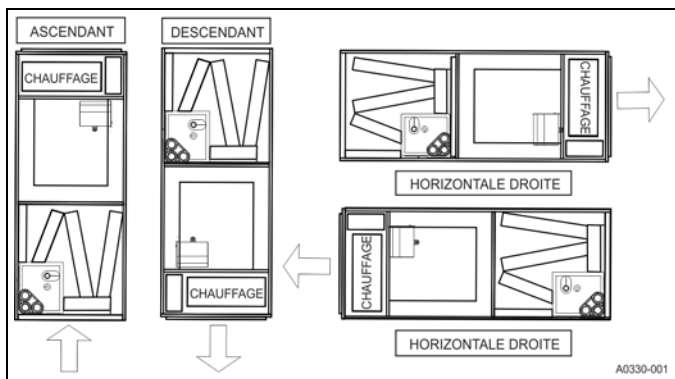

FIGURE 1 : Débit d'air
2. Installez le filtre propre en plaçant la flèche de « débit d'air » dans la même direction que le débit d'air dans votre conduit. Si le sens du débit d'air est indiqué sur le filtre, reportez-vous à la figure 1.